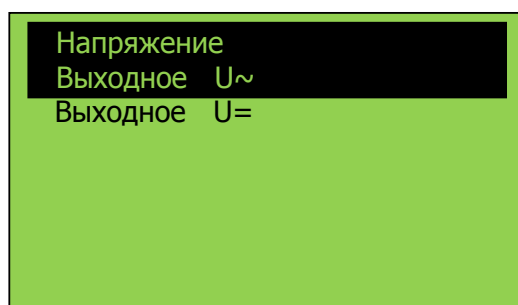
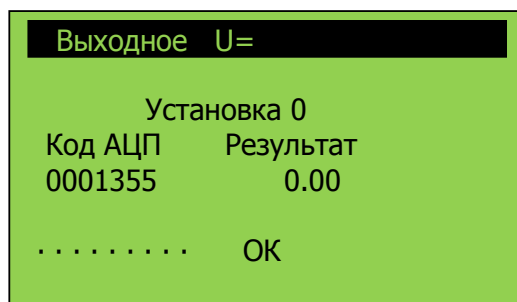

Рисунок 20 – Внешний вид меню «Напряжения»
Рисунок 25 – Внешний вид окна «Выходное U= / Установка 0»
3.5.4.5 В меню «Калибровка» выбрать строку «Напряжение» и подтвердить свой выбор в соответствии с 1.5.1. При этом отображается меню «Напряжения» (см. рисунок 20).
3.5.5.5 В меню «Напряжение» выбрать строку «Выходное U=» и подтвердить свой выбор (см. рисунок 20). При этом отображается окно «Выходное U= / Установка 0» (см. рисунок 25) в котором произведется автоматическая установка «0» индикатора выходного напряжения. После установки «0», о чем сигнализирует появившаяся надпись «ОК», проконтролировать равенство результата «0» и при согласии нажать «← / ⏏» для отмены нажать «⊗ / ☐».